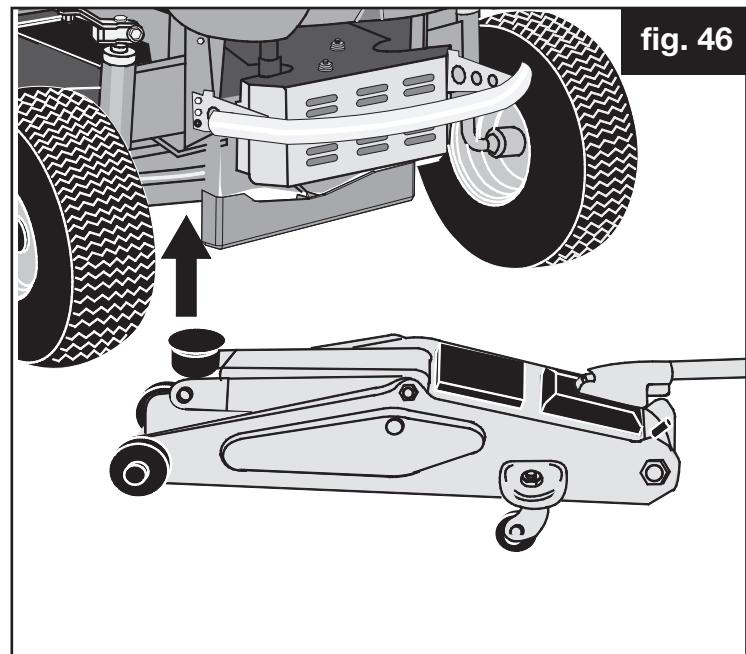

fig. 46
## Ta av forhjul (fig. 46)
- ✓ Plasser en jekk under forakselen ved jekkpunktet (fig. 46) på samme side som hjulet som skal tas av. Jekk opp traktoren inntil hjulet som skal tas av er godt klar av bakken.